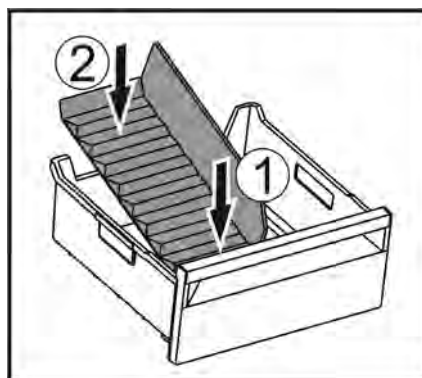

Fig. 35
- ▶ Сначала устанавливайте разделитель спереди Fig. 35 (1).
► Опустите заднюю часть Fig. 35 (2).